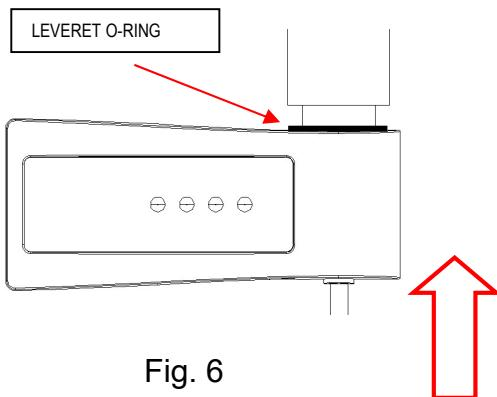

Fig. 6
4. Læg regulatoren på tilslutningen til det elektriske varmelegeme (fig. 6) og tryk den ind, indtil den leverede O-ring er helt inde.
Sørg for, at den leverede O-ring er fuldt trukket under driften (fig. 6).